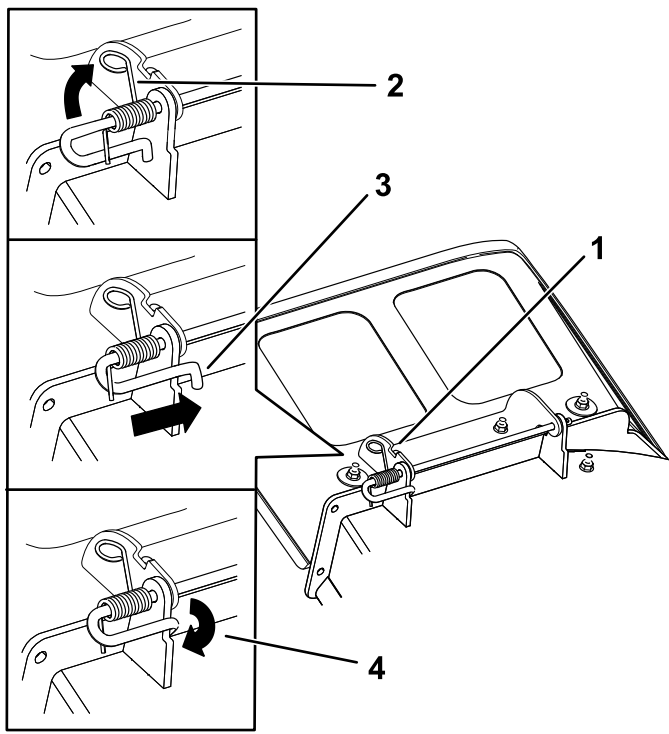

Figura 78
4. Poziționați noul deflector de evacuare cu capetele suporturilor între suporturile sudate de pe punte, aa cum este ilustrat în Figura 78.
6. Poziționați arcul pe tija aa cum este ilustrat în Figura 78, astfel încât capătul mai scurt al arcului să vină de sub tija, înainte de cot și să treacă peste tija la revenirea după cot.
7. Ridicați capătul buclă al arcului și amplasați-l în canelura de pe suportul pentru deflector (Figura 78).
8. Fixai ansamblul tijă i arc prin rotire, astfel încât capătul scurt al tijei să fie în spatele suportului sudat față al punii (Figura 78).